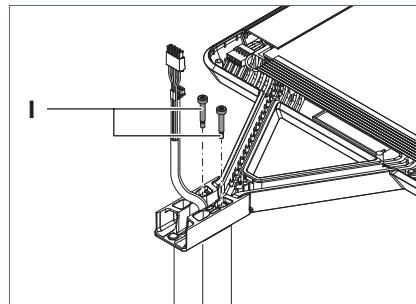

Fig. 7: Fissare la testa dell'apparecchio 1.
- ▶ Serrare le due viti di regolazione **I** fino a quando le teste delle viti sono a filo dell'adattatore, vedere Fig. 7.